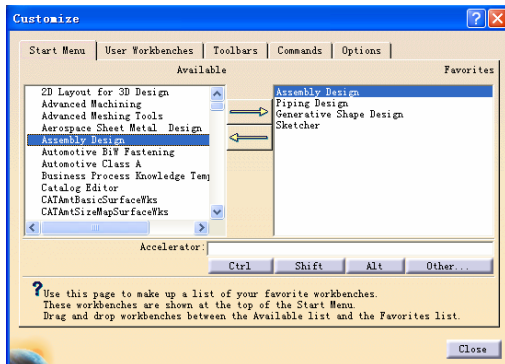
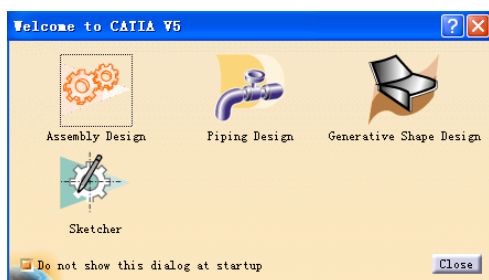
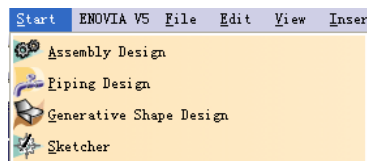

图 5-3
图 5-4
图 5-5
- 启动 CATIA, 选择 Tools→Customize→Start Menu 命令, 弹出如图 5-3 所示对话框。从左侧 Available 列表框中选择 Assembly Design, 并将其拖动到右侧列表框中。可以单击 Workbench 工具条按钮, 选择 Assembly Design, 如图 5-4 所示; 或者在 Start 菜单顶部的 Customize 中选择模块列表, 选择 Assembly Design 进入, 如图 5-5 所示。